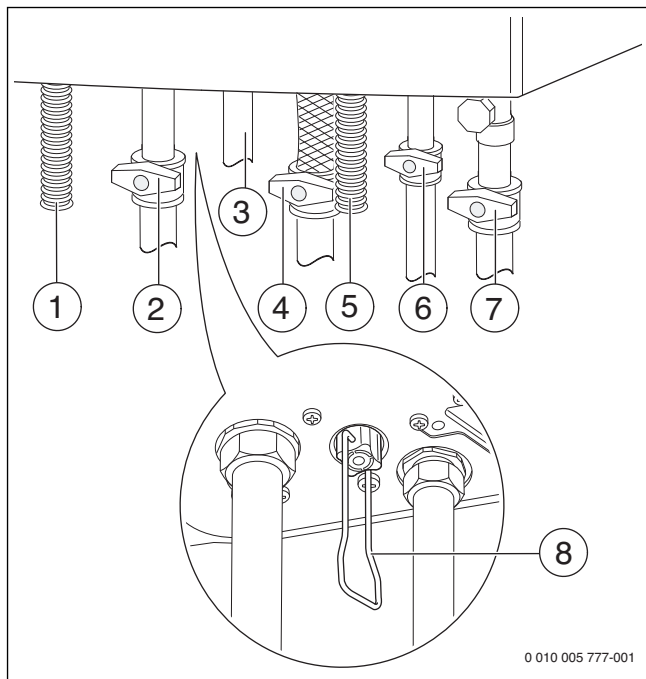

Рис. 26 Подключения газа и воды (дополнительная комплектация)
- Котлы GB062 ..K...: откройте кран холодной воды (→ рис. 26) и держите кран горячей воды открытым до тех пор, пока из него не потечёт вода.
- Откройте краны подающей и обратной линий отопления (→ рис. 26).
- Заполните отопительную систему до давления 1-2 бар (→ рис. 26) и закройте кран для заполнения и слива.